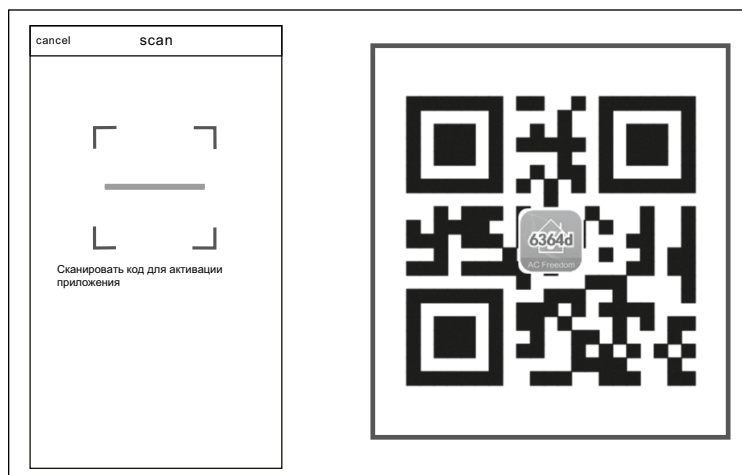

Рис. 3
1. Нажмите «сканировать» и сканируйте QR-код, указанный справа (см. Рис. 3).